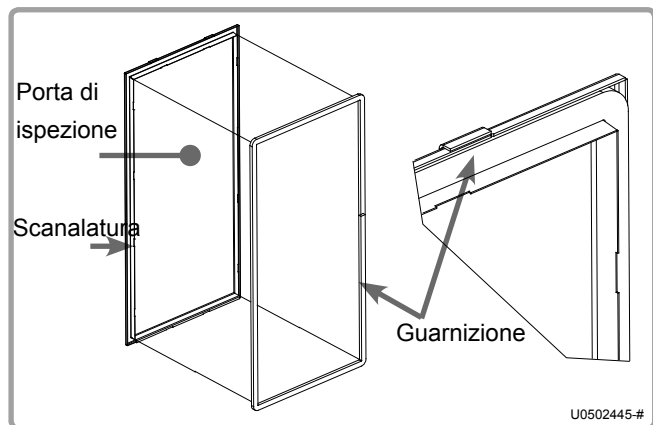

figura 45 - Sostituzione delle guarnizioni delle porte
- Rimuovere le guarnizioni dalle scanalature e sostituirle con le guarnizioni nuove contenute nel kit di manutenzione (ved. figura 45).